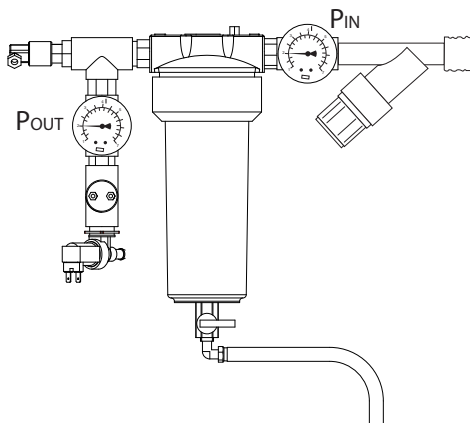

Fig. 1.a
Die Filterkontrolle muss monatlich erfolgen. Der Austausch des Filters 9" (Fig. 1.c) ist hingegen nur erforderlich, wenn die Druckdifferenz zwischen den beiden Manometern in Fig. 1.a > 0,5 bar beträgt.
4. Den Filter entleeren: Den unteren Hahn des Filters öffnen und den oberen Sperrverschluss betätigen, um den Filter vollständig zu entleeren (Fig. 1.b).